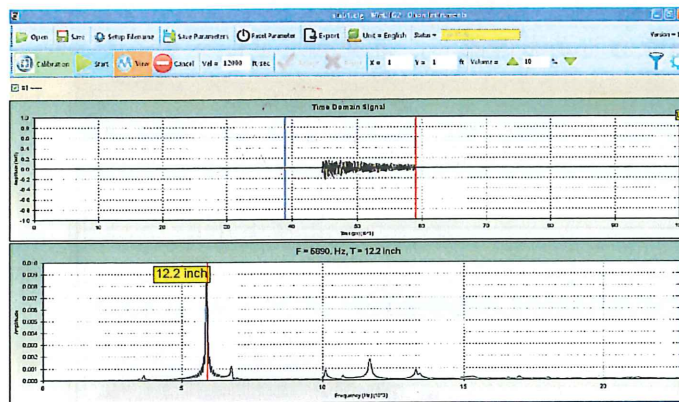

図 4-2 ビューモード
5. 受波信号は、図 4-2 のように測定結果画面に表示されます。
7. データを保存する測定を開始するためには、(B) 個別測定モードでは“開始 (Start)” (→4.4) を、(C) 連続測定モードでは“ファイル名を保存 (Setup Filename)” (→4.5) をクリックしてください。